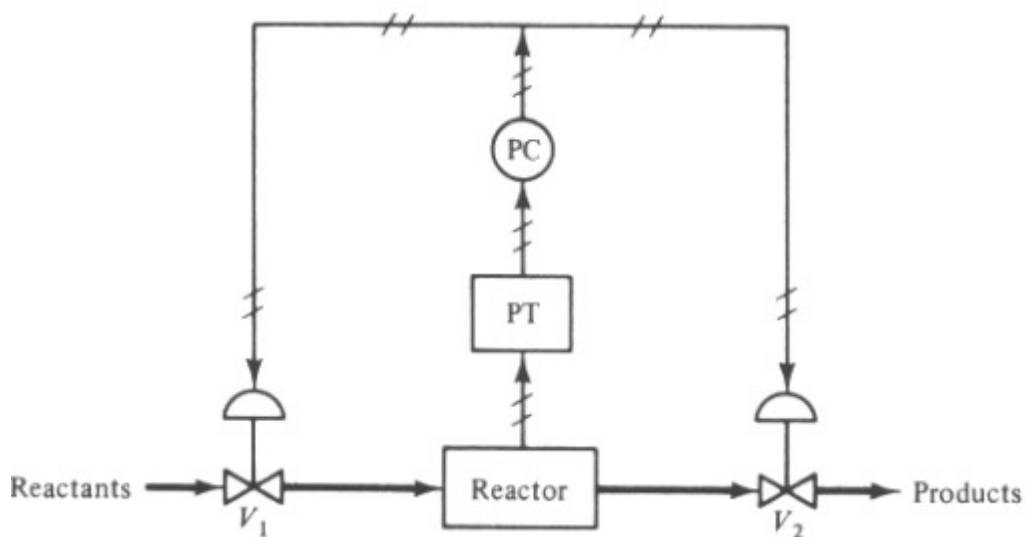

Figura 5. Control split-range.
- Control Split-range: Sistema donde la señal del controlador actúa sobre varios elementos finales (ver **Figura 5**).